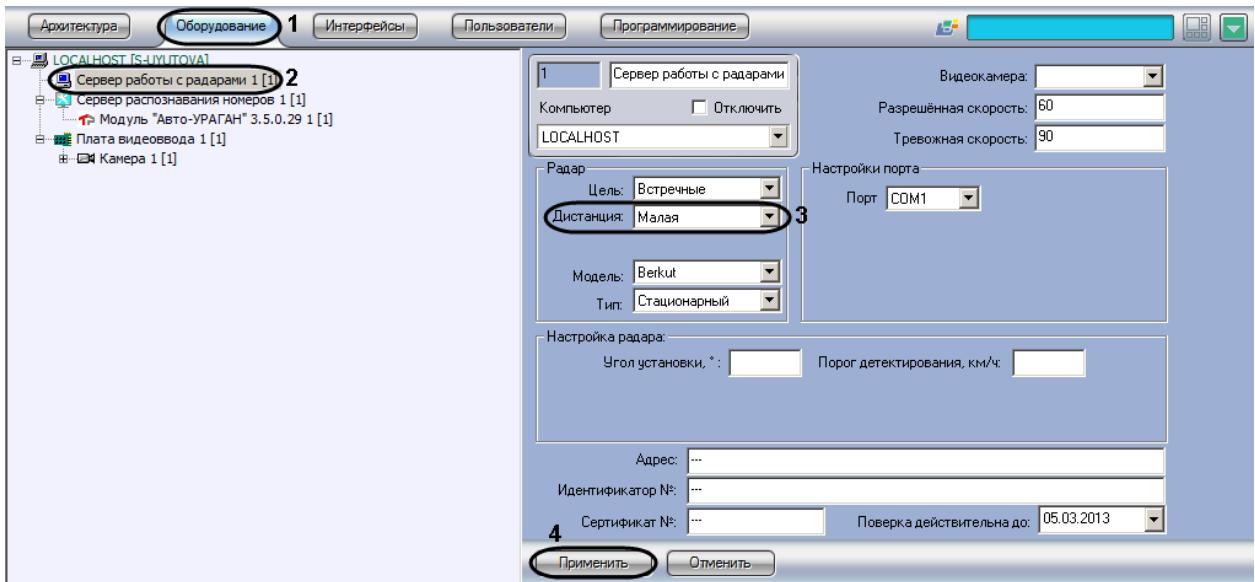

Рис. 7.3—8. Выбор дистанции для определения скорости движения транспортного средства
1. В диалоговом окне «Настройка системы» перейти на вкладку «Оборудование» (см. Рис. 7.3—8, 1).
- В дереве объектов на вкладке «Оборудование» выбрать объект «Сервер работы с радарами», соответствующий настраиваемому программному модулю «Радар» (см. Рис. 7.3—8, 2). В правой части вкладки «Оборудование» отобразится панель настройки выбранного объекта.
- В списке «Дистанция» выбрать расстояние от устройства «Радар» до места определения скорости движения транспортного средства, на котором требуется определять скорость движения (см. Рис. 7.3—8, 3).